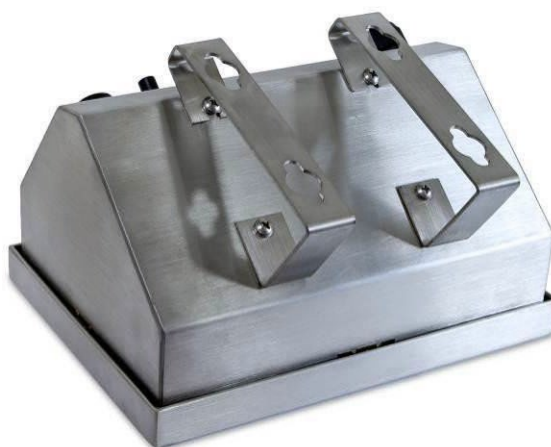

图2-7: 安装墙式支架
O. 把盖子合上以后，用 4 个螺钉把支架固定到仪表上，如图 2-7所示。